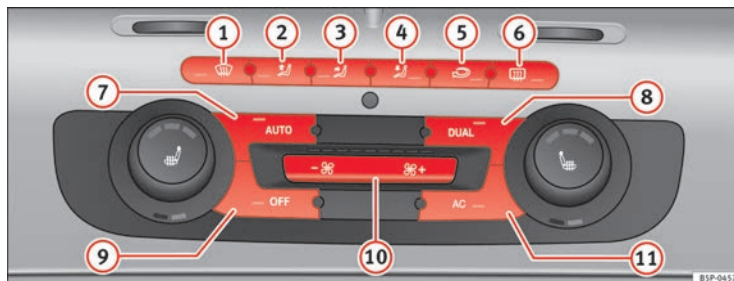

Fig. 130 Mandos del 2C-Climatronic en el tablero de instrumentos
- Gire las rulinas de regulación de temperatura ⇒ página 167, fig. 130 ⑨ ó ⑭ para ajustar la temperatura del lado izquierdo y derecho respectivamente.
- Pulse la tecla **AUTO** ⇒ **página 167, fig. 130**. Aparece “AUTO High” en el display de la radio (velocidad de turbina alta).
- Pulse de nuevo la tecla **AUTO** ⇒ **página 167, fig. 130**. Aparece “AUTO Low” en el display de la radio (velocidad de turbina baja).